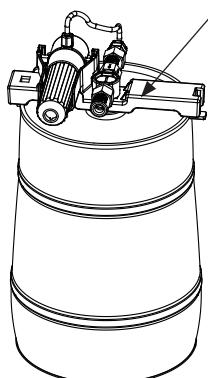

Abbildung 19
4. Nehmen Sie die Zapfanlage von dem leeren Bierfass ab (Abbildung 19).